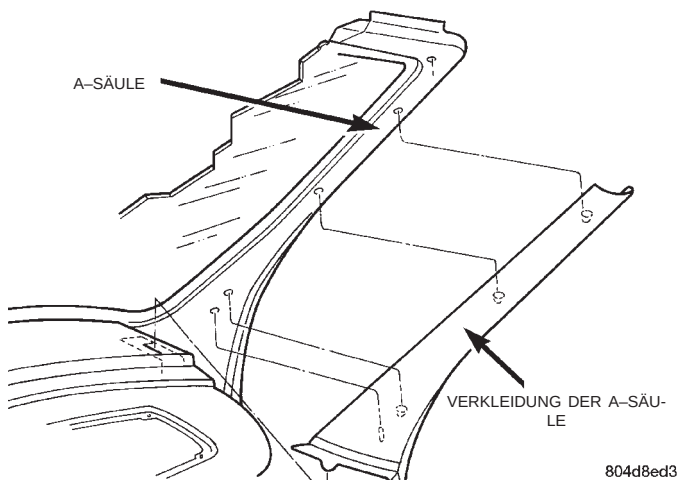

Abb. 48 Verkleidung der A-Säule
- (1) Halteclips austrasten, mit denen die Verkleidung an der A-Säule befestigt ist.
- (2) Verkleidung vom Fahrzeug abbauen (Abb. 48).